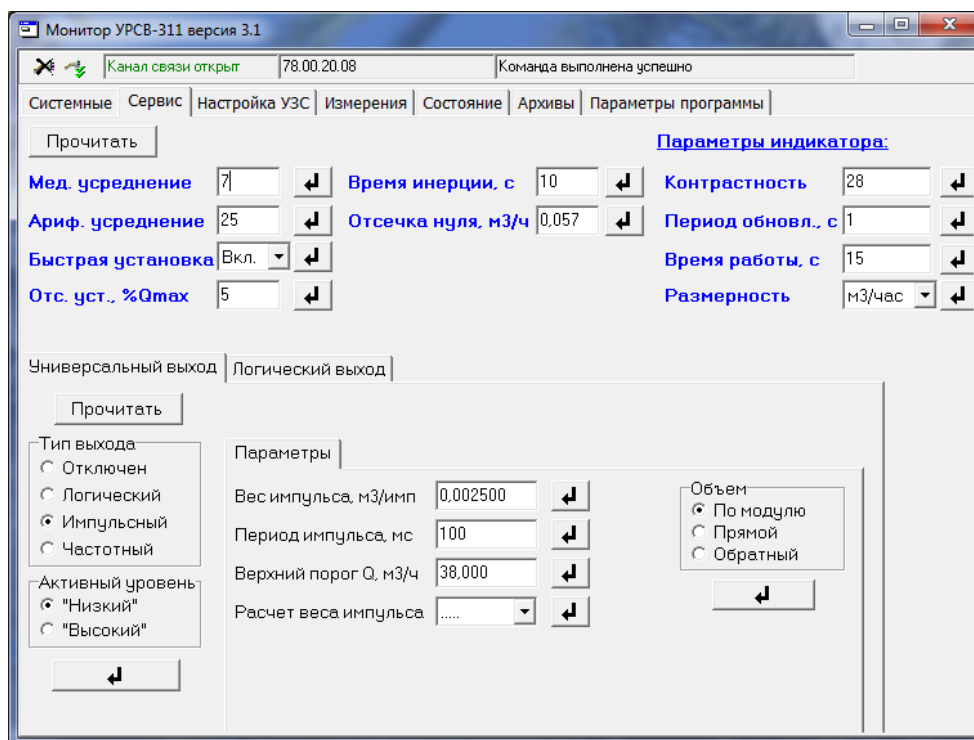

Рис.9. Вид вкладки «Сервис».
- 4.1.3. На вкладке «Сервис» (рис.9) возможна настройка параметров обработки УЗС, установка значения контрастности и времени работы ЖКИ, выбор размерности измеряемого расхода.